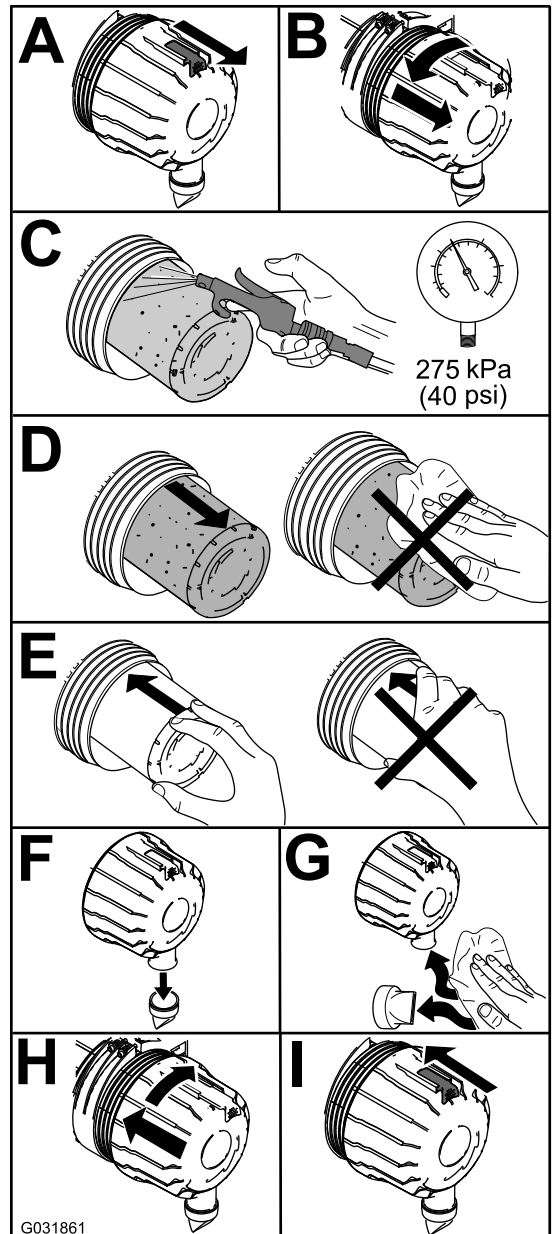

Figura 53
1. Sostituire il filtro dell'aria (Figura 53).